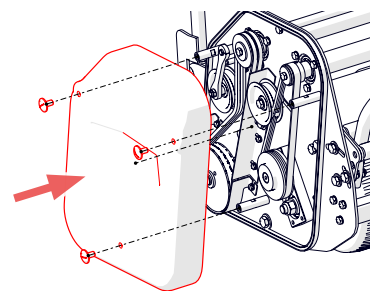

Fig. 16L – Coloque novamente a cobertura.
- v. Teste; volte a colocar a proteção da correia e fixe-a com os parafusos exteriores (Fig. 16L). Solte a alavanca de corte.